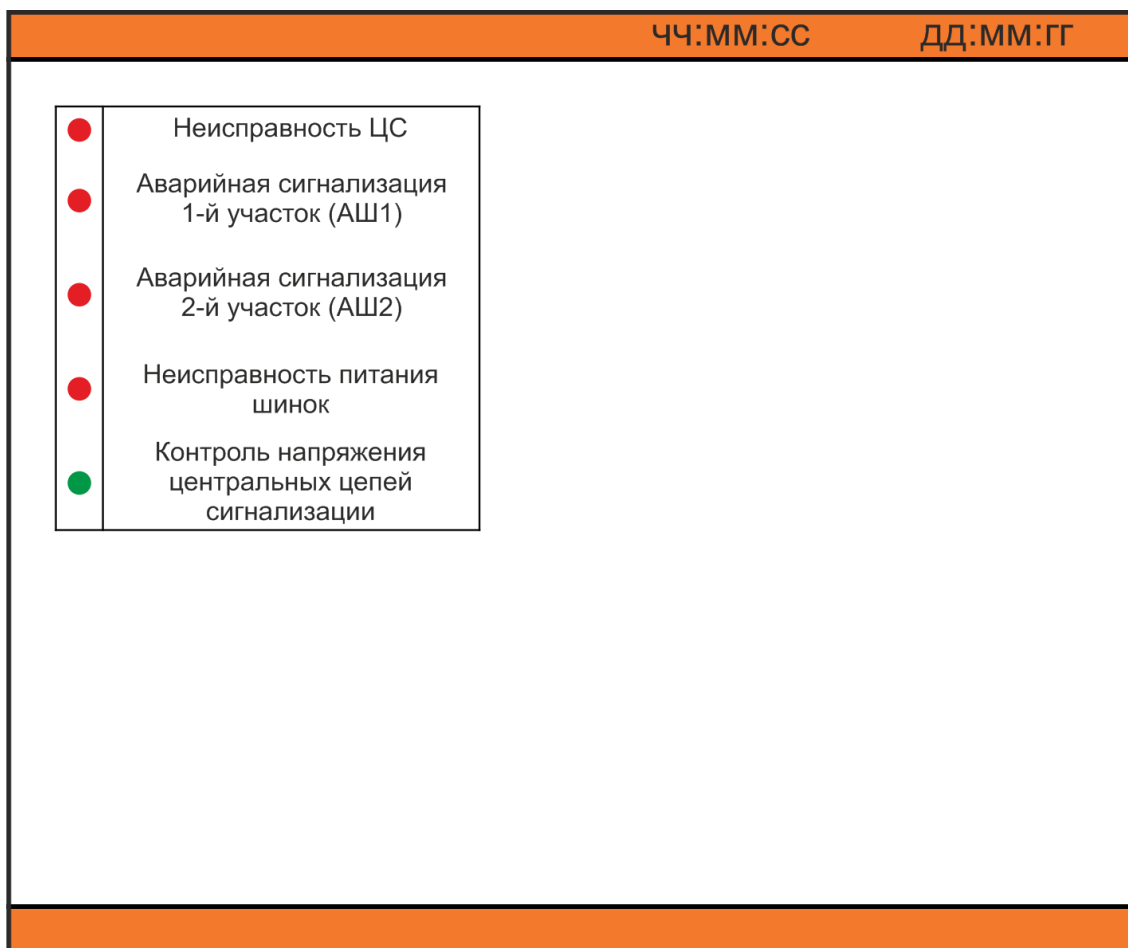

Рис.2.4.1. Мнемосхема терминала ЦС
- мнемосхему с указанием текущих величин (Рисунок 2.4.1);